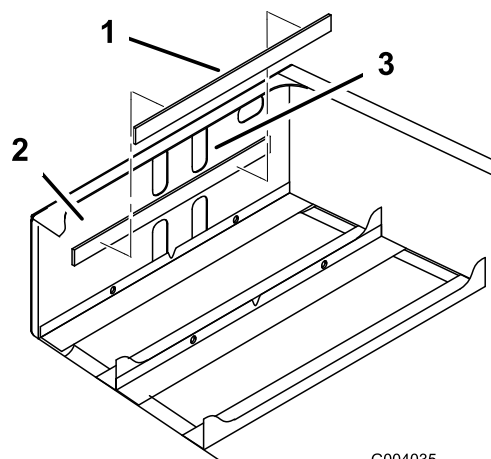

Bild 5
3. Nehmen Sie den Klebestreifen hinten vom Batteriepolster ab und setzen Sie es vorne innen im hinteren Rahmen ein, siehe Bild 5.
Hinweis: Das Polster sollte sich ungefähr 0,75 cm unter der unteren Kante der oberen Stanzlöcher befinden (Bild 5).